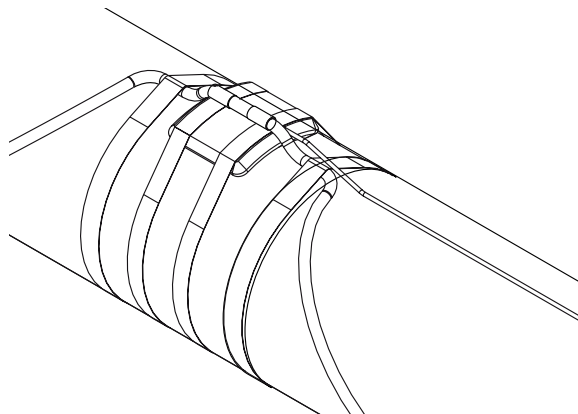

Рис. 7. Искусственная точка перегрева
- Датчик должен быть размещен на верхней части трубы (рис. 7)